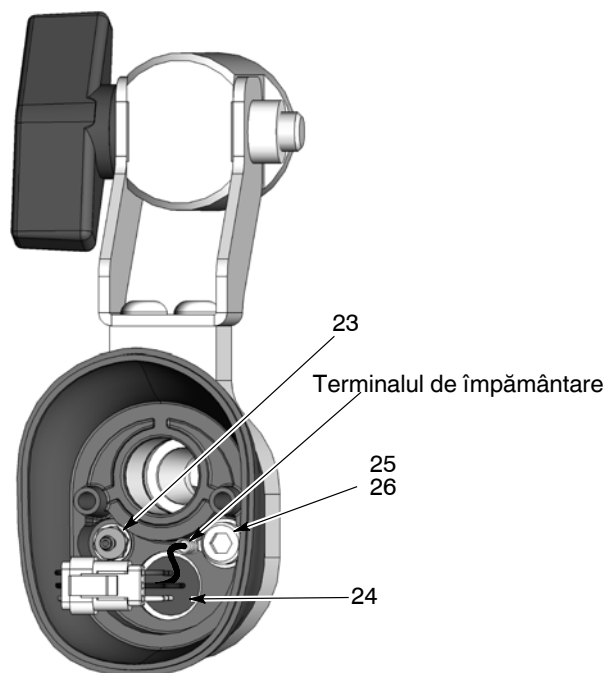

Figura 7-3 Dezasamblarea pistolului – Înlocuirea prizei pentru cablu și a fitingului striat
5. Introduceți o șurubelniță mică, cu cap plat în fanta de pe conectorii cablajului și separați cablajul prizei (24) de la cablajul sursei de alimentare electrice.
6. Vezi Figura 7-3. Deconectați tubulatura transparentă de spălare cu aer de la fittingul striat (23) din interiorul corpului spate.
- a. Vezi Figura 7-3. Folosiți o cheie hexagonală de 4 mm pentru a demonta șurubul cu cap hexagonal (25) și șaiba (26) și deconectați borna de împământare.
- g. Vezi Figura 7-3. Conectați borna de împământare la capacul de capăt cu ajutorul șurubului cu cap hexagonal și al șaibei (25, 26).
8. Demontați cu grijă cele două piulițe mici Allen de 3 mm (21) care susțin placa de înșurubare (20), pe peretele despărțitor (19). Pe filetul prezonului se folosește adeziv pentru filet.
9. Demontați placa de înșurubare, apoi peretele despărțitor de la corpul pistolului (16).
10. Glisați sursa de alimentare (17) din corpul pistolului. Observați cum acționează ca ghidaje de localizare canelurile de pe sursa de alimentare și corpul pistolului.
13. Verificați garnitura peretelui despărțitor (18). Dacă este deteriorat, îndepărtați-l și înlocuiți-l cu unul nou.
16. Vezi Figura 7-3. Conectați tubulatura de spălare cu aer la fittingul striat și cablajul sursei de alimentare la cablajul prizei pentru cablu.